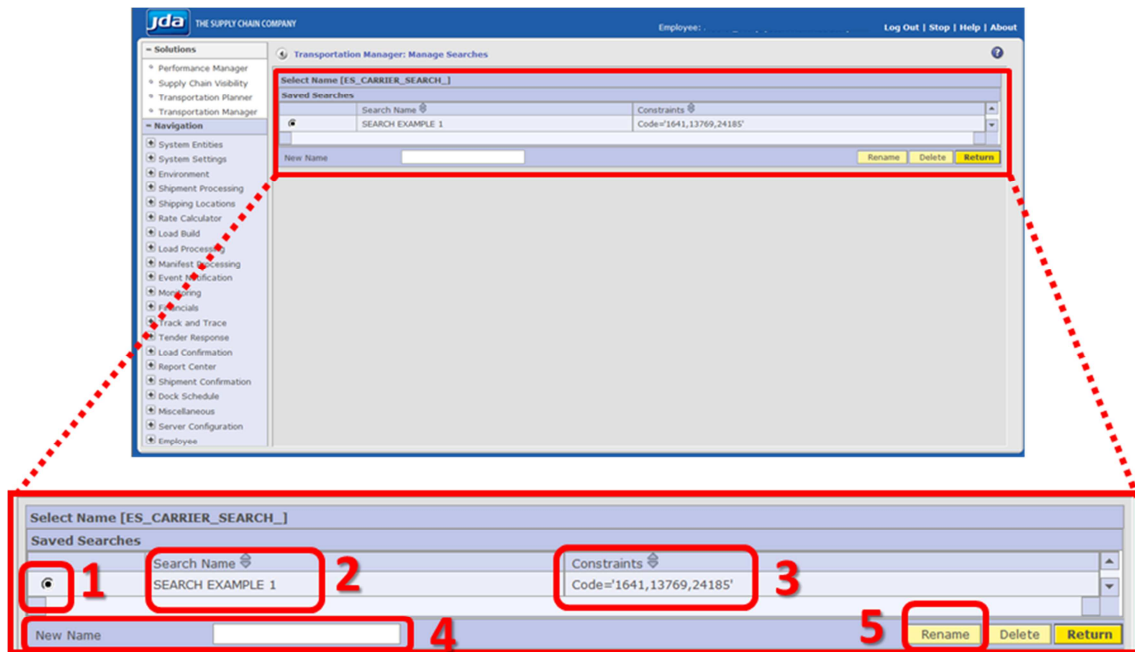

Fig. 14. Administrar búsquedas, Búsqueda Avanzada
En la columna izquierda visualizaremos el nombre de nuestra búsqueda (2) y en la columna derecha las restricciones con la que la hayamos creado (3) tal y como muestra la Fig. 14.